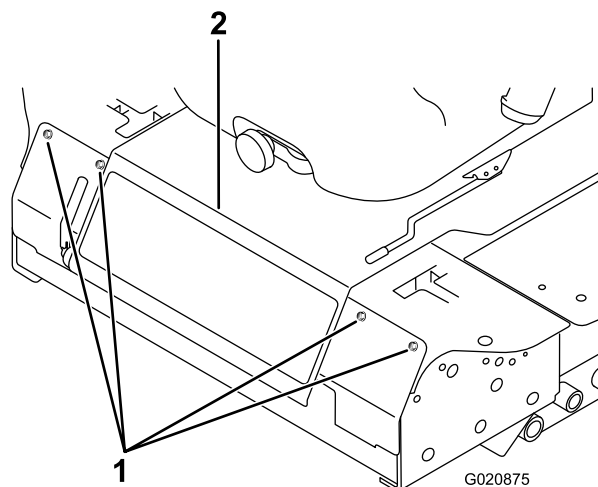

Figura 56
- Afloje los pernos del panel delantero y retire el panel (Figura 56).